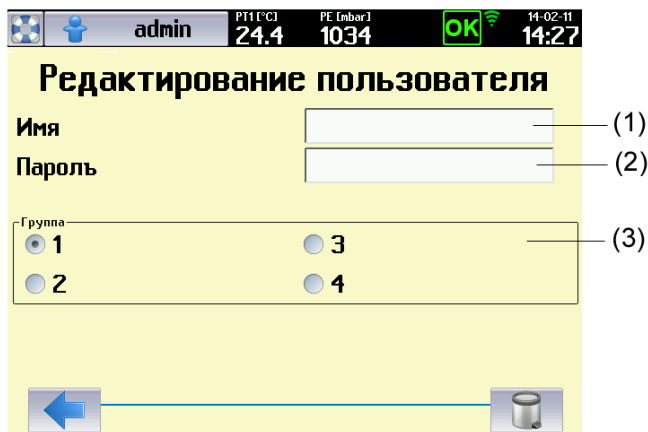

Рис. 15
- (1) Кнопка для определения пароля администратора
- (2) Кнопки для определения имен и паролей операторов
- Кнопки 2-100 используются для определения имен и паролей доступа операторов. См. Рис. 15.